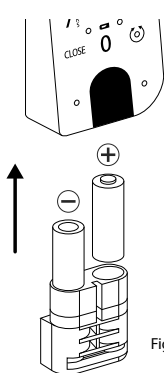

Fig. 5
- 3 Insérez deux nouvelles piles. Faites attention à la polarité correcte selon le dessin à droite (Fig. 5).